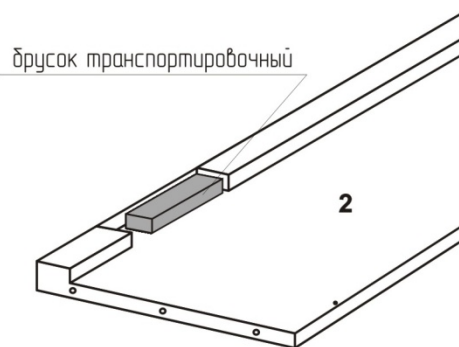

рис. 2
2. Убрать с боковин (2), транспортировочные бруски (рис. 2).